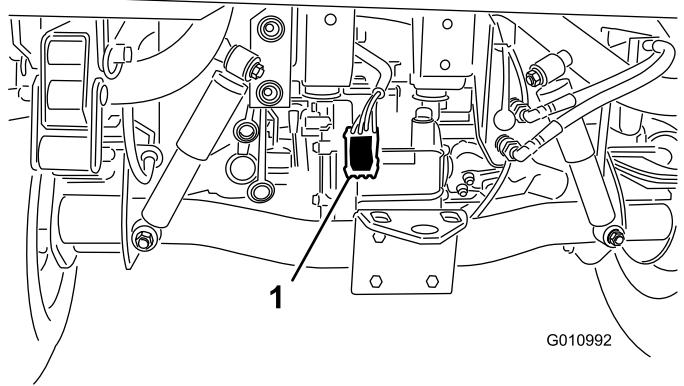

Figura 8
5. Encaminhe a cablagem ao longo da cablagem do veículo principal até à parte de trás do veículo (Figura 8).